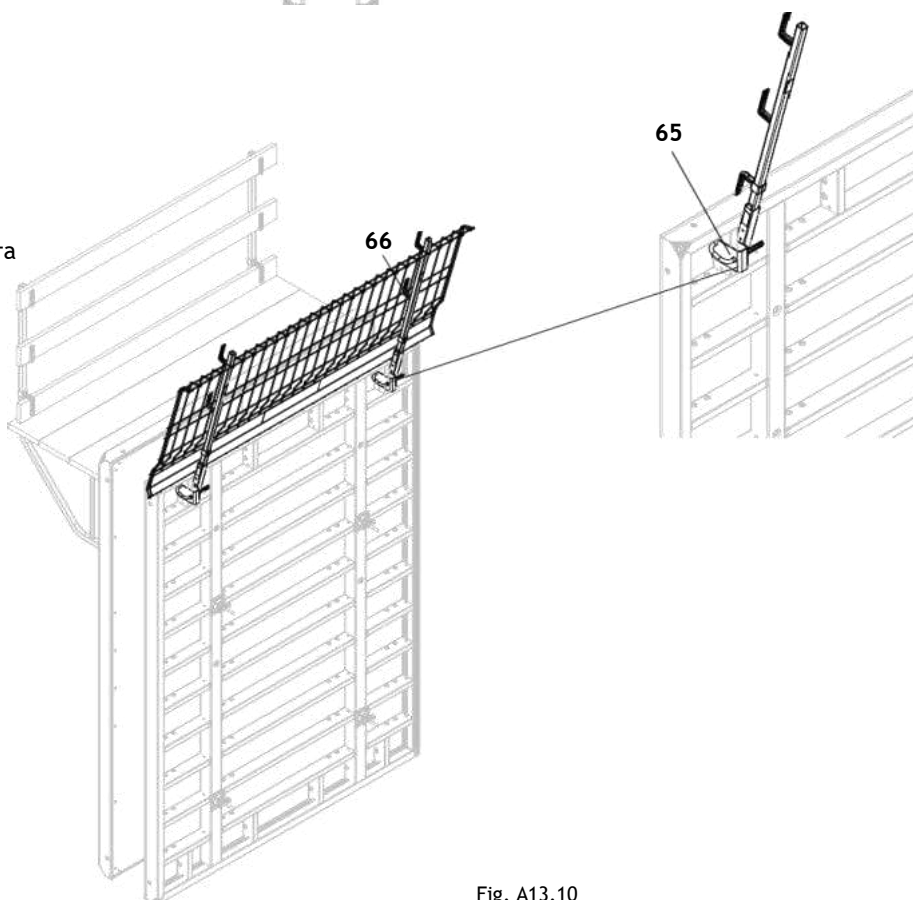

Fig. A13.10
1. Скобите на фиксатора TRIO (65) се поставят в присъединителните отвори във вертикалните ребра на елемента.
3. Поставете стойката за парапет HSGP (66).
- (Fig. A13.10)